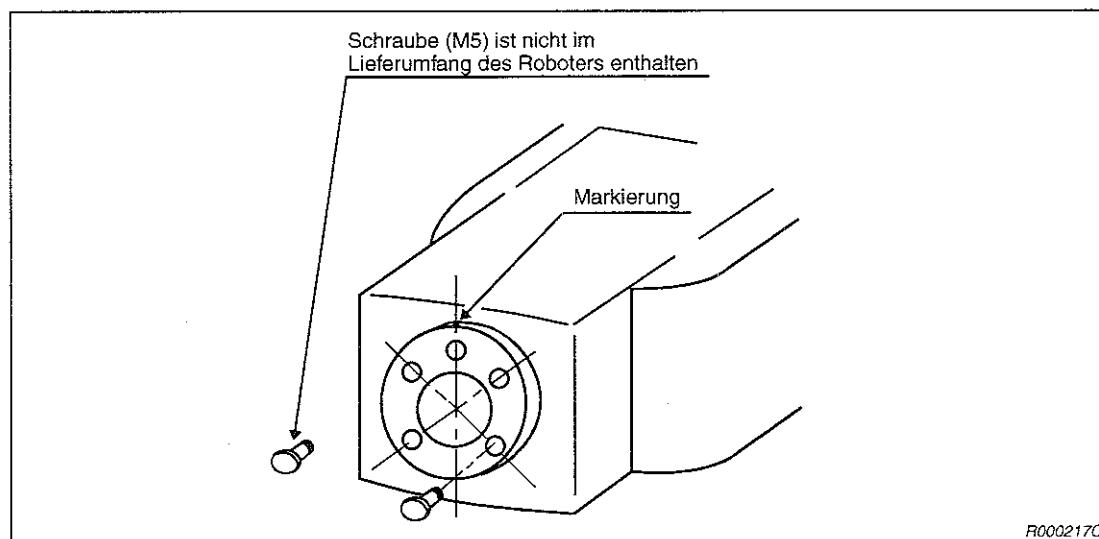

Abb. 3-13: Einstellen der Grundposition für die Handgelenkdrehung
- ① Montieren Sie die motorbetriebene Greifhand oder 2 Schrauben an dem mechanischen Anschlußadapter.
- ② Drehen Sie die Adapterplatte mit der Greifhand oder den beiden Schrauben bis die Markierungen, wie in Abb. 3-13 gezeigt, übereinstimmen.